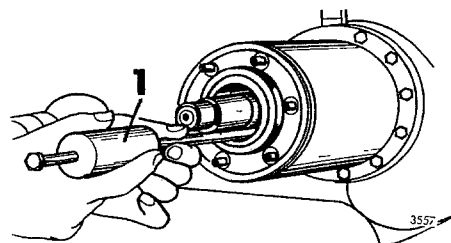

Fig 11–5. Utdragning av tätningsring
6. Dra ut tätningsringen, se fig 11–5.